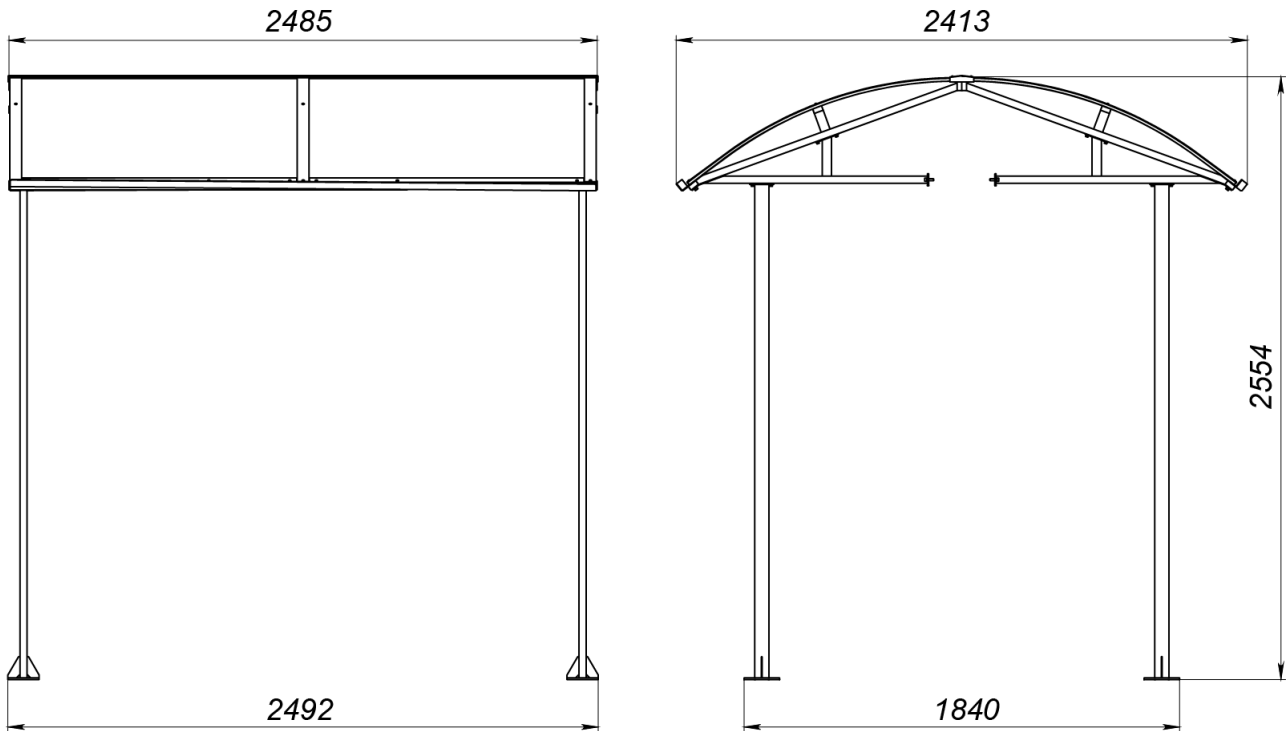
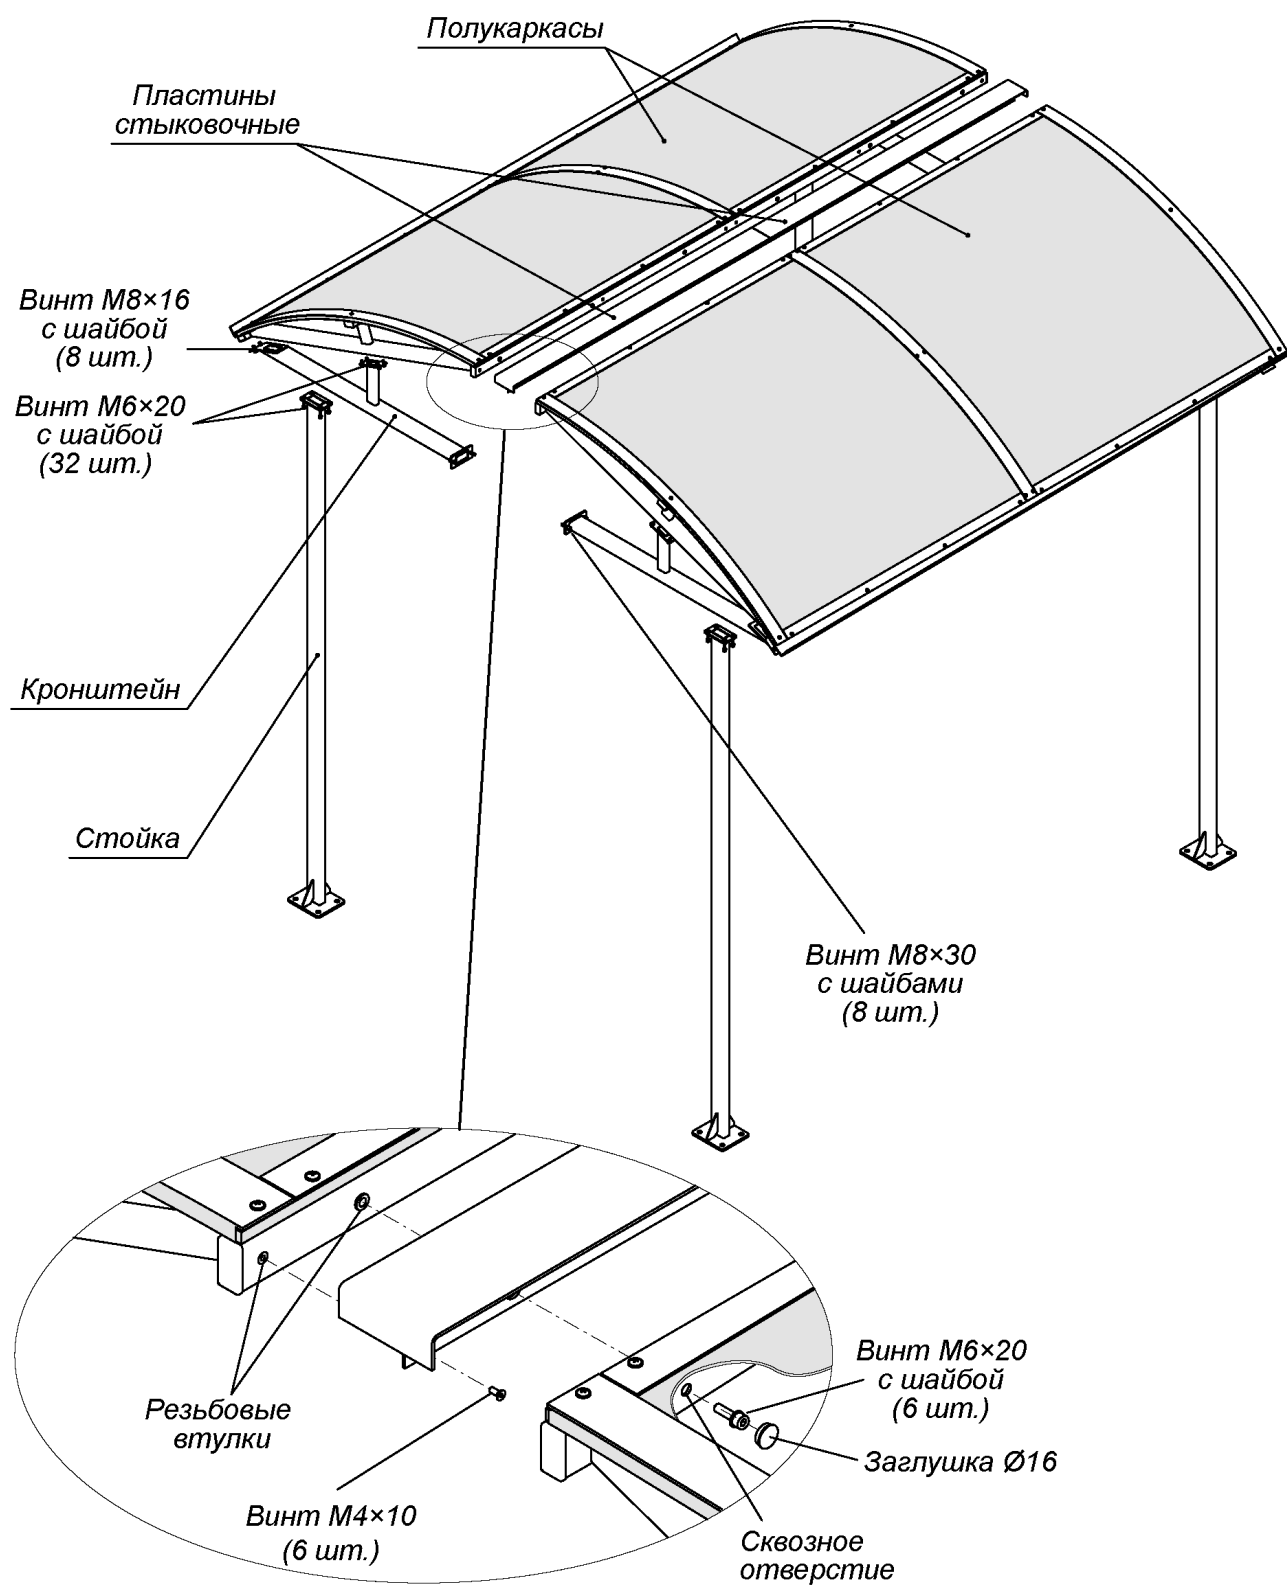
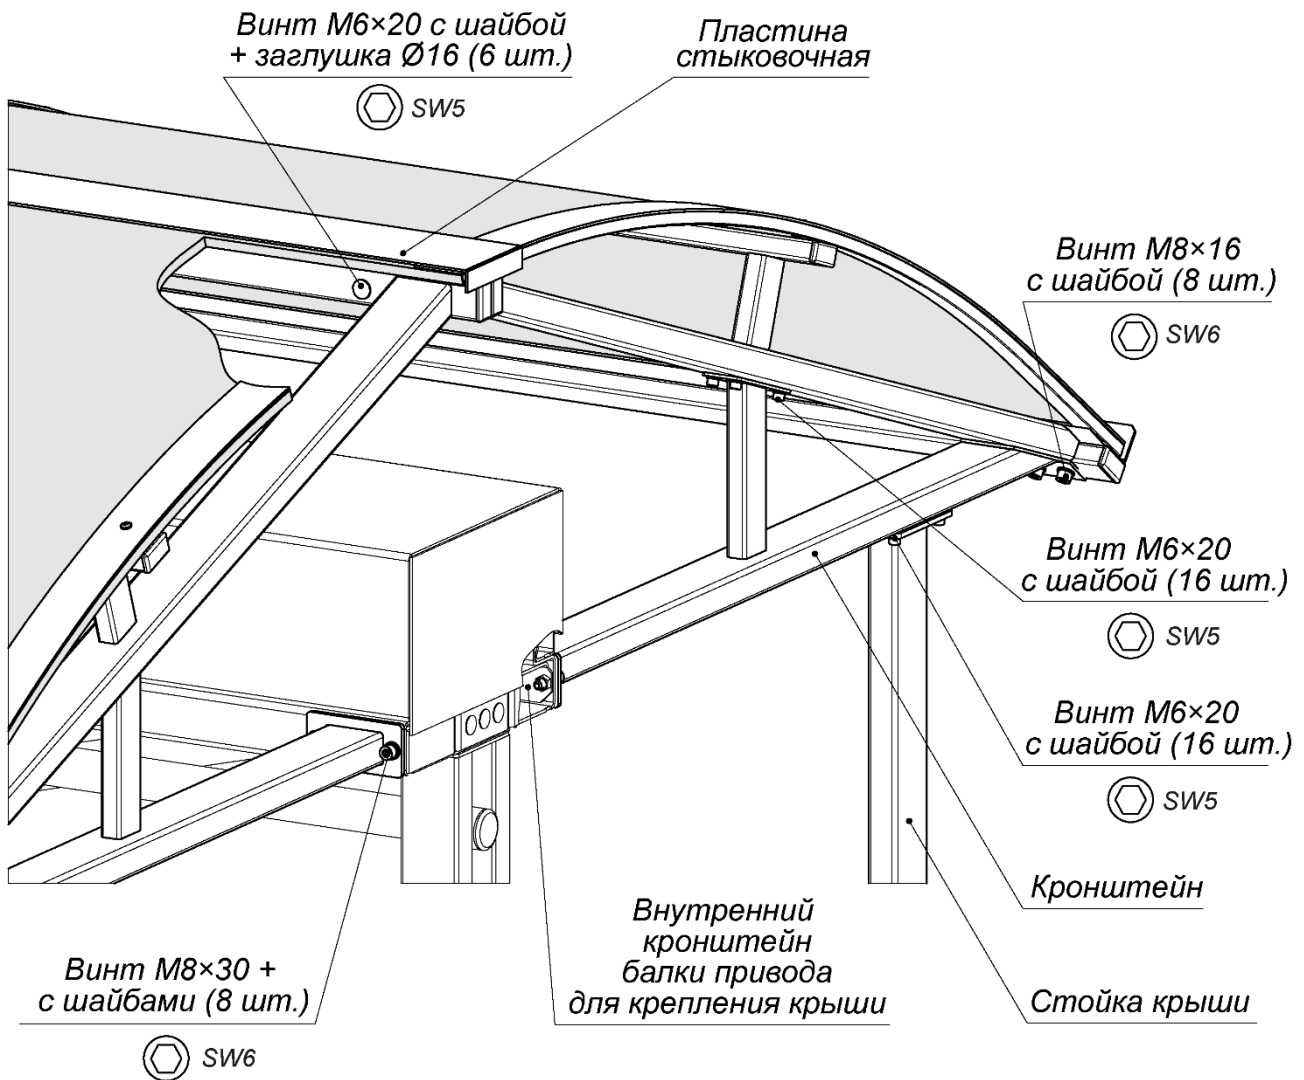

Рисунок 1. Габаритные размеры крыши
Рисунок 2. Устройство крыши
Рисунок 4. Монтаж крыши к балке привода турникета
¹ Габаритные размеры крыши указаны на рис. 1.
Устройство крыши показано на рис. 2. Габаритные размеры крыши показаны на рис. 1.
7. Поднимите кронштейн на верхнюю горизонтальную площадку стойки, совмещая крепежные отверстия и отверстия в стойках и сориентировав фланец кронштейна на боковой поверхности балки привода турникета. Зафиксируйте кронштейн винтами М6×20 с шайбами на каждой стойке, ключ SW5 (см. рис. 4).
8. Закрепите кронштейн двумя винтами М8×30 с пружинными и плоскими шайбами к балке привода турникета, ключ SW6 (см. рис. 4). Затяжка болтов – предварительная. Стык фланца кронштейна и балки привода турникета перед затяжкой винтов рекомендуется герметизировать силиконовым герметиком.
10. Выберите полукаркас, в верхнем профиле которого впрессованы резьбовые втулки (см. рис. 2). Установите его на кронштейны с одной из сторон турникета **PERCo-RTC-20**, зафиксировав его восемью винтами М6×20 с шайбами (ключ SW5) и четырьмя винтами М8×16 с шайбами (ключ SW6) (см. рис. 4).
11. Закрепите две пластины стыковочные на установленном полукаркасе крыши шестью винтами с потайной головкой М4×10 (ключ SW3) (см. рис. 2).
13. Соедините верхние профили полукаркасов винтами М6×20 с шайбами – 6 шт. (ключ SW5) для получения прочной конструкции (см. рис. 2). Отверстия под головки болтов заглушите заглушками Ø16 мм.